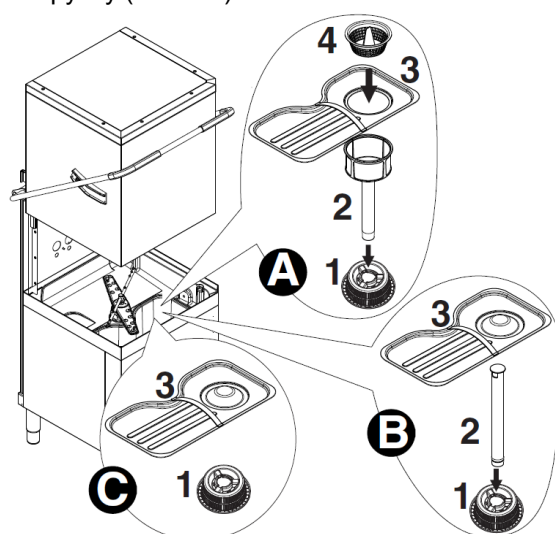

Рис. 31 - Фильтры и переливная трубка
- **Версия с ручным подъемом капота без дополнительной системы фильтрации FS («В» – рис. 31):**
- **Версия с ручным подъемом капота и с дополнительной системой фильтрации FS («А» – рис. 31):**
- **Версия с автоматическим подъемом капота и с дополнительной системой фильтрации FS («А» – рис. 31):**
- Установить на место фильтр и переливную трубку (Рис. 31).